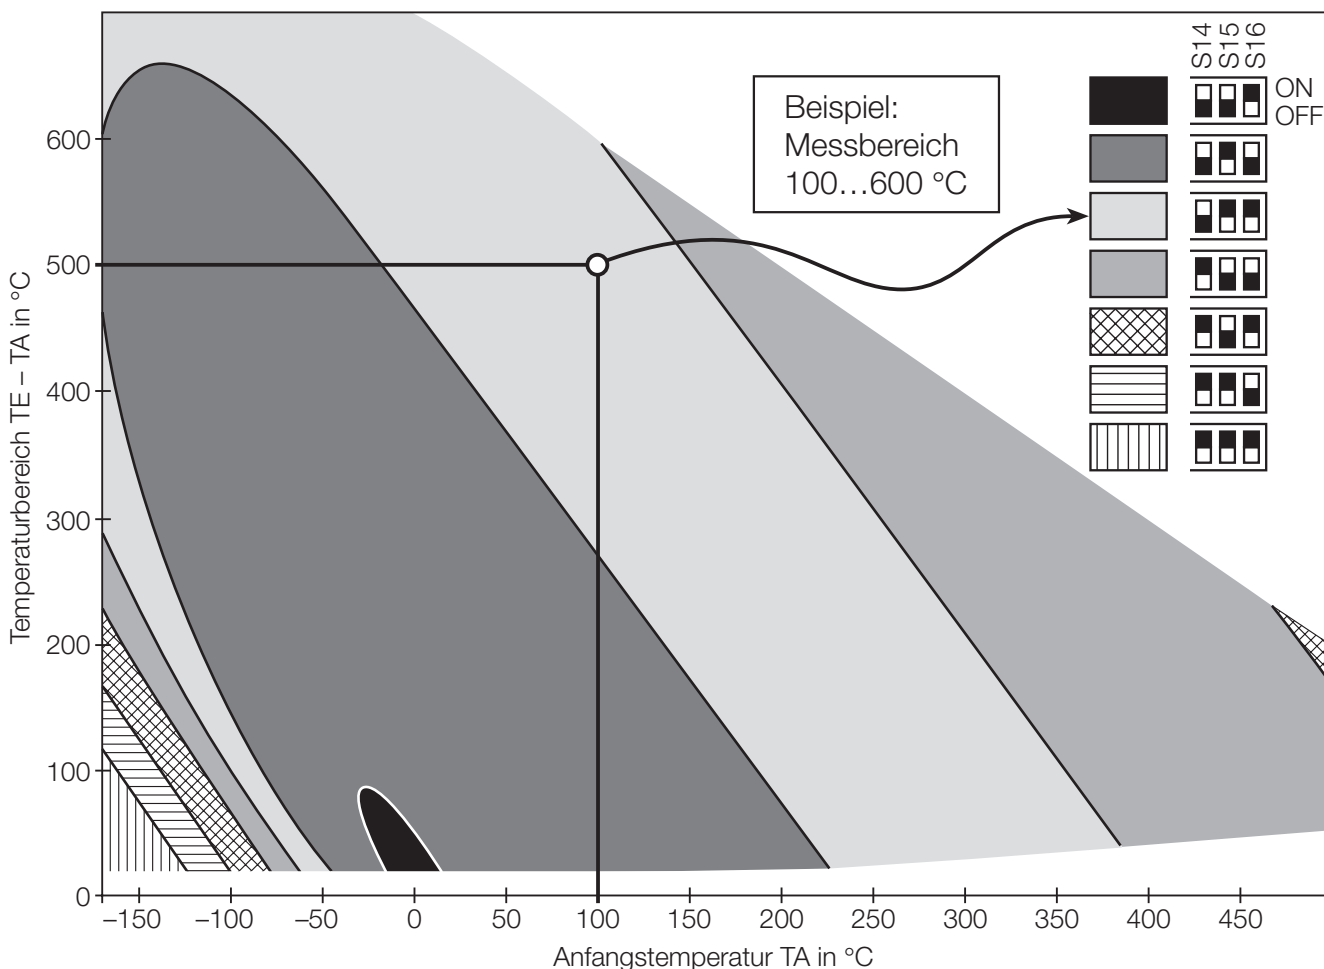

Bild 9. Ermittlung der Schalterstellungen (S14...S16) für die Linearisierung.
Je nach Messbereich-Anfangswert (TA) und Temperaturbereich (TE – TA) ist eine spezielle Schalterkombination erforderlich, um die richtige Linearisierung einzustellen. Bild 9 zeigt die Ermittlung der Schalterstellungen für einen Messbereich von z.B. 100...600 °C. Die Schalterstellung «OFF-ON-ON» würde in diesem Fall für die richtige Linearisierung sorgen.